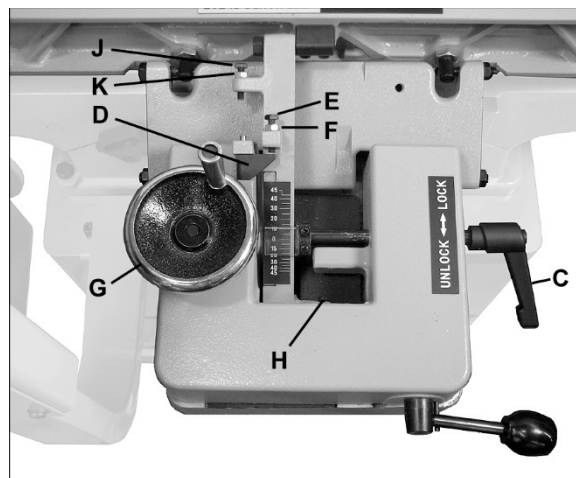

Рис. 29
См. Рис. 29.
1. Регулировка данного ограничителя производится с помощью винта (Е, Рис. 29).
2. Ослабьте запорную рукоятку (С) и шестигранную гайку на винте (F).
3. Положите угольник на стол к упору и поворачивайте маховик (G), чтобы придвинуть упор вплотную к угольнику. Закручивайте винт (Е) до тех пор, пока он не коснется стопорного блока (D).
4. Затяните шестигранную гайку (F) и запорную рукоятку (С).
1. Регулировка данного ограничителя производится с помощью винта (Н, Рис. 29), который расположен на нижнем конце соединительной детали.